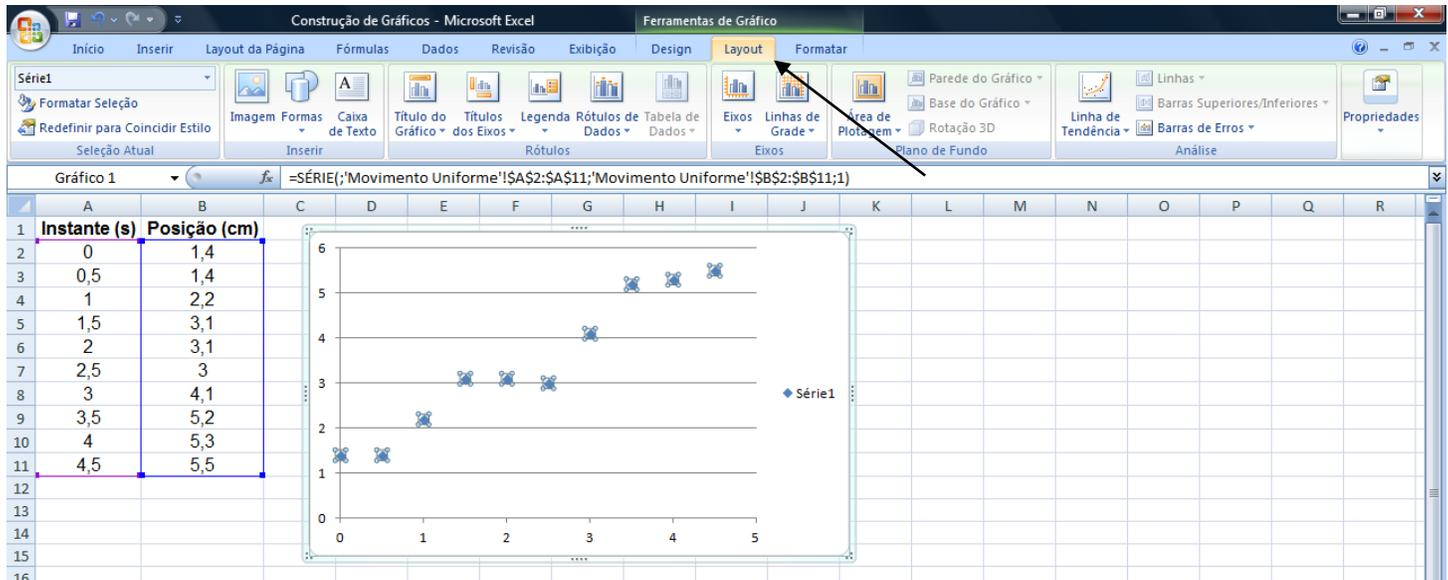

Figura 4. Com os pontos do gráfico selecionados, as *Ferramentas de Gráfico* são disponibilizadas.
- 1) Selecione do gráfico os pontos experimentais clicando sobre um deles com o **botão esquerdo** do mouse. Na parte superior da janela, aparecerá um conjunto de três abas, as *Ferramentas de Gráfico* (*Design*, *Layout* e *Formatar*). Selecione a aba *Layout* (Figura 4);